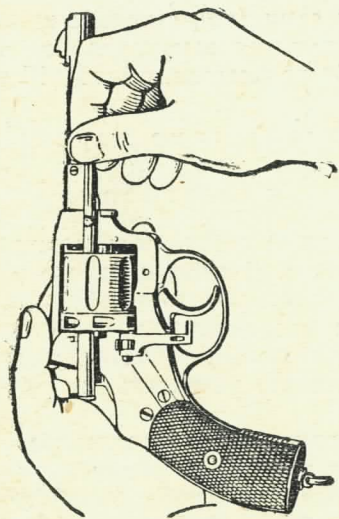

Рис. 95. Как разрядить револьвер
**145.** Для разряжания револьвера взять его в левую руку так, чтобы спица курка и тыльная часть рукоятки револьвера упирались в мякоть ладони, дуло было обращено вверх и вперед, а дульный срез револьвера был поднят на высоту груди (рис. 95); локоть левой руки прижать к туловищу; большим пальцем правой руки откинуть дверцу и давлением пальца на передний обрез гильзы (патрона) вытолкнуть ее из каморы; поворачивая барабан в направлении движения часовой стрелки, освободить все каморы от гильз (патронов). Если от давления пальца гильза не